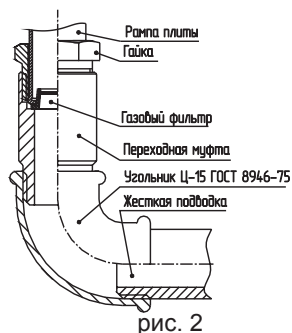

рис. 2
■ Жесткое подсоединение к газовому стояку (рис. 2) про-